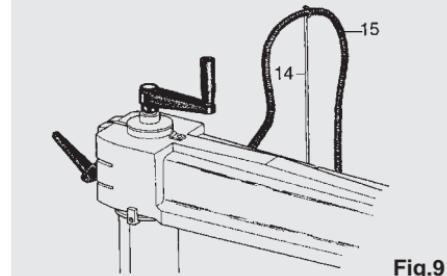

Fig.9
- Fjederen (14) spændes fast med skruerne som er skruet ind i armen. Elkablet til motoren trækkes gennem føringen (15) som vist i fig. 9.